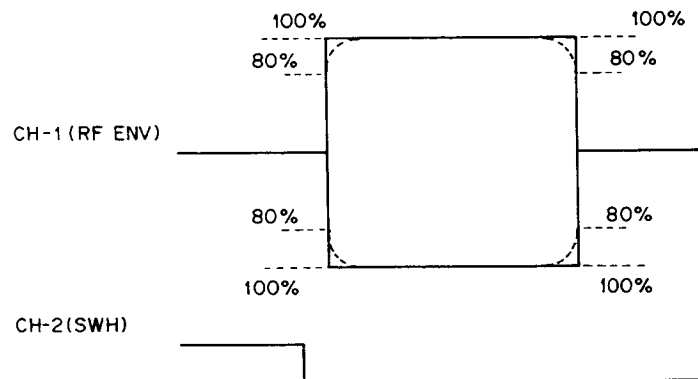

Fig. 4-4
- 4) As shown in Fig. 4-4, confirm that 80 % or more of the RF waveform is flat.
- 4) . 図4-4 の様に、RF波形の平坦度が 80%以上あることを確認する。